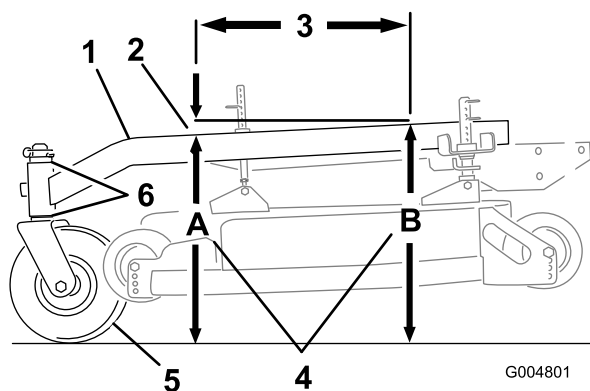

Figure 74
L'inclinaison avant/arrière du bâti porteur doit être comprise entre 3 mm (1/4") et 9 mm (3/8") sur 61 cm (24") de sa longueur (Figure 74).
- Mesurez 61 cm (24") sur le bâti porteur (Figure 74).
2. Mesurez la hauteur du bâti porteur au point **A** (Figure 74).
3. Mesurez la hauteur du bâti porteur au point **B** (Figure 74).
4. La hauteur au point **A** doit être inférieure de 3 à 10 mm (1/8 à 3/8") par rapport au point **B** (Figure 74).
5. Si ce n'est pas le cas, déplacez les entretoises des roues pivotantes de manière à obtenir l'inclinaison voulue de 3 à 10 mm (1/8 à 3/8") (Figure 74). Déplacez les entretoises en haut ou en bas pour corriger l'inclinaison.